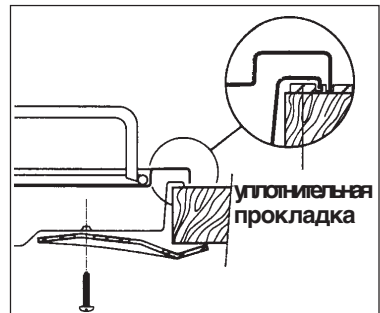

Рис. 10
- 3) Закрепите прибор винтами (рис. 10). При затягивании винтов уплотнение может выступить из-под кромки, эти излишки можно затем удалить.